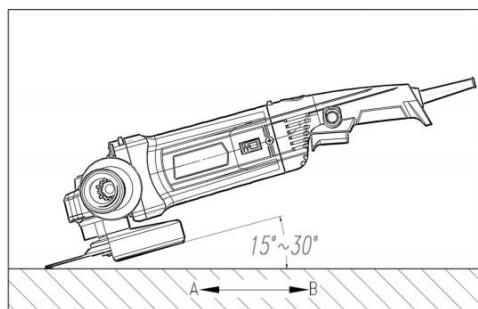

Fig8
Skuteczne i bezpieczne do szlifowania i piaskowania (rys.8)
2. Mówiąc ogólnie, należy utrzymywać część szlifującą i tnącą koła i tarczy w zakresie od 15 do 30 stopni względem powierzchni obrabianego przedmiotu. (Rys. 8)